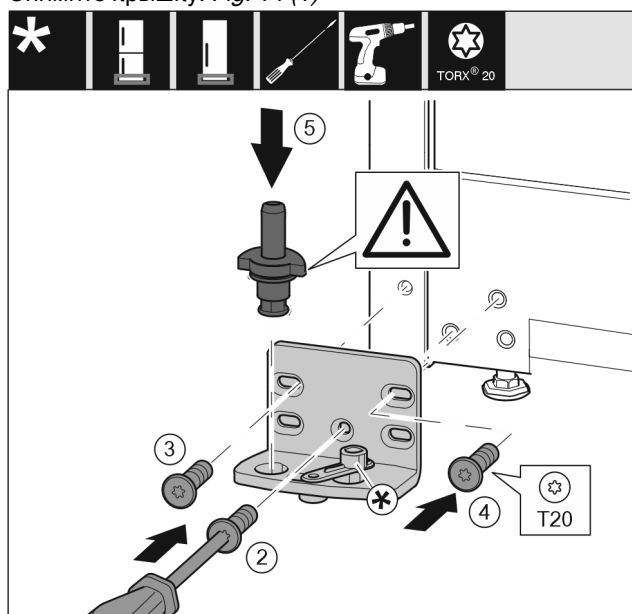

Fig. 15
- ▶ Установите опорный кронштейн с другой стороны и прикрутите с помощью отвертки T20. Начиная с винта 2 снизу в центре. Fig. 15 (2)
- ▶ Затяните винты 3 и 4. Fig. 15 (3,4)
- ▶ Установите опорный палец в сборе. При этом следите за тем, чтобы выступ фиксатора был направлен назад. Fig. 15 (5)